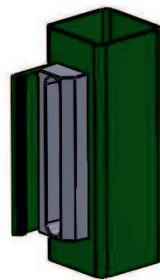

рис.5
- при открытии ворот во внутрь рис. 5